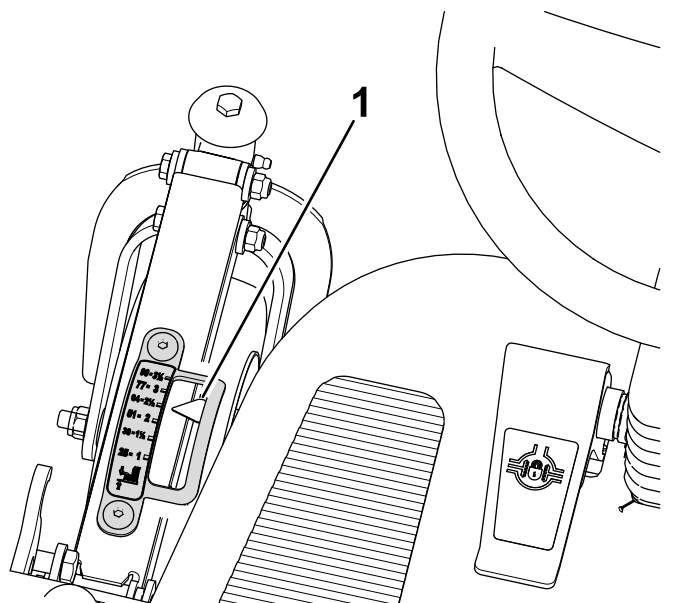
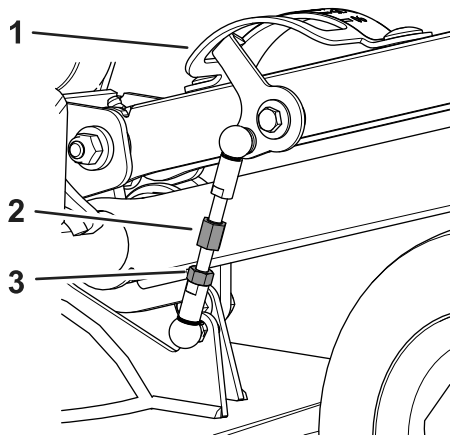

Figure 104
Figure 105
2. Asseyez-vous sur le siège de l'utilisateur, observez la flèche de l'indicateur de hauteur de coupe (Figure 104).
- A. Desserrez l'écrou de blocage qui fixe la biellette de hauteur de coupe (Figure 105).
- B. Tournez la biellette jusqu'à ce que la flèche de l'indicateur de hauteur de coupe soit en face du repère 64 mm, vu depuis le siège de l'utilisateur (Figure 104 et Figure 105).
- C. Resserrez l'écrou de blocage (Figure 105).